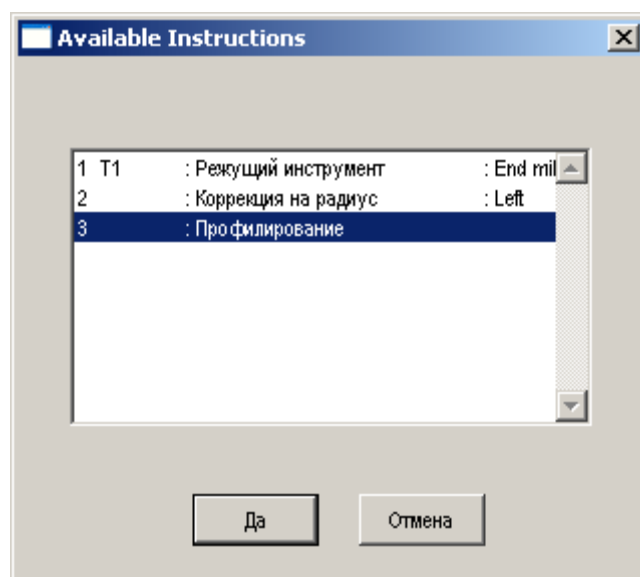

Рис. 6
3. До - определяется до какого места нужно рассчитывать вращение, для этого нужно нажать на кнопку "Обзор" и выбрать в появившемся окне нужную строку (рис.6);